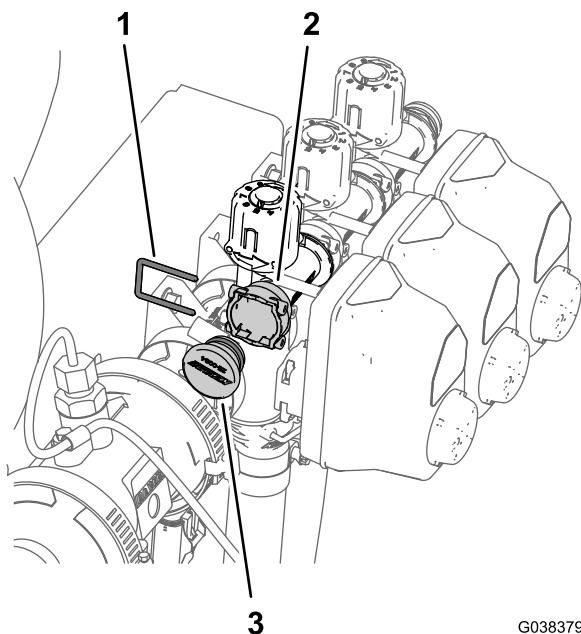

図 83
1. バイパスマニホルドのソケット付きクイックコネクTFィッティングにプラグを固定しているリテーナを外す 図 83。
2. ソケット付きクイックコネクソケットからプラグを取り外す 図 83。